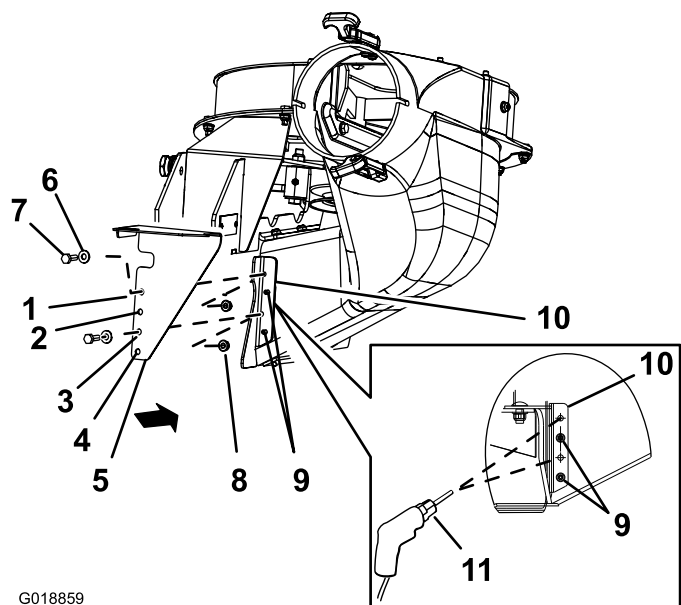

Figure 10
- Alignez le carter inférieur CE sur le support de la goulotte de ventilateur comme le montre la Figure 10.
2. Alignez les trous 2 et 4 du carter inférieur CE sur les queues de rivet faisant saillie à travers le support de goulotte du ventilateur (Figure 10).
3. Marquez le contour des trous 1 et 3 du carter inférieur CE sur le support de goulotte de ventilateur puis retirez le carter CE (Figure 10).
5. Percez des trous de 7 mm (0.277 po) dans le support de goulotte du ventilateur, sur les 2 repères de centrage poinçonnés (Figure 10).
1. Alignez le carter inférieur CE sur le support de goulotte de ventilateur (Figure 10).
3. Sécurisez le carter inférieur CE contre le ventilateur avec 2 boulons à tête hexagonale (1/4 x 3/4 po), 2 rondelles et 2 écrous de blocage (1/4 po) introduits par les trous 1 et 4 du carter CE (Figure 10).